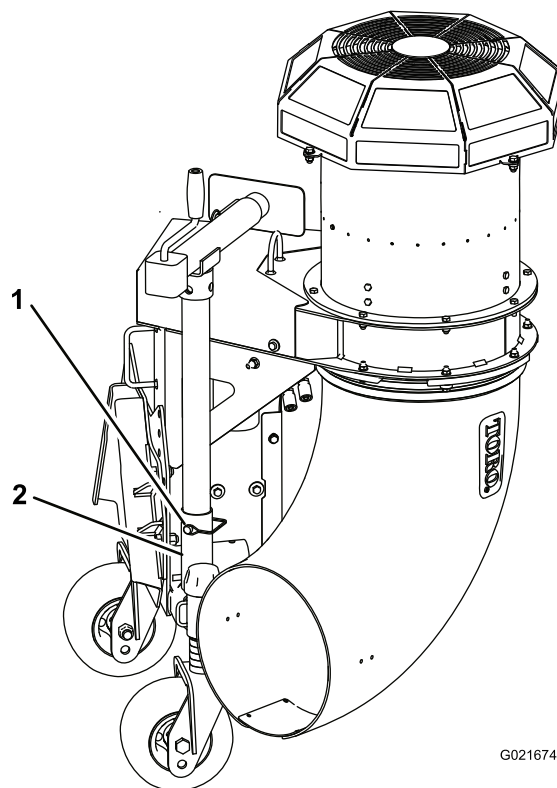

Figure 5
5. Retirez la goupille à fermoir qui fixe le tube du cric au tube de montage (Figure 5). Sortez le vérin de sa position de rangement.